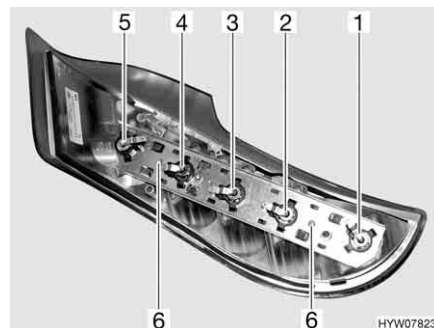

Fig. 170 Luci posteriori (lato posteriore)
- Svitare le due viti Torx (Fig. 170,6) del listello di supporto poste sul lato posteriore dell'involucro.